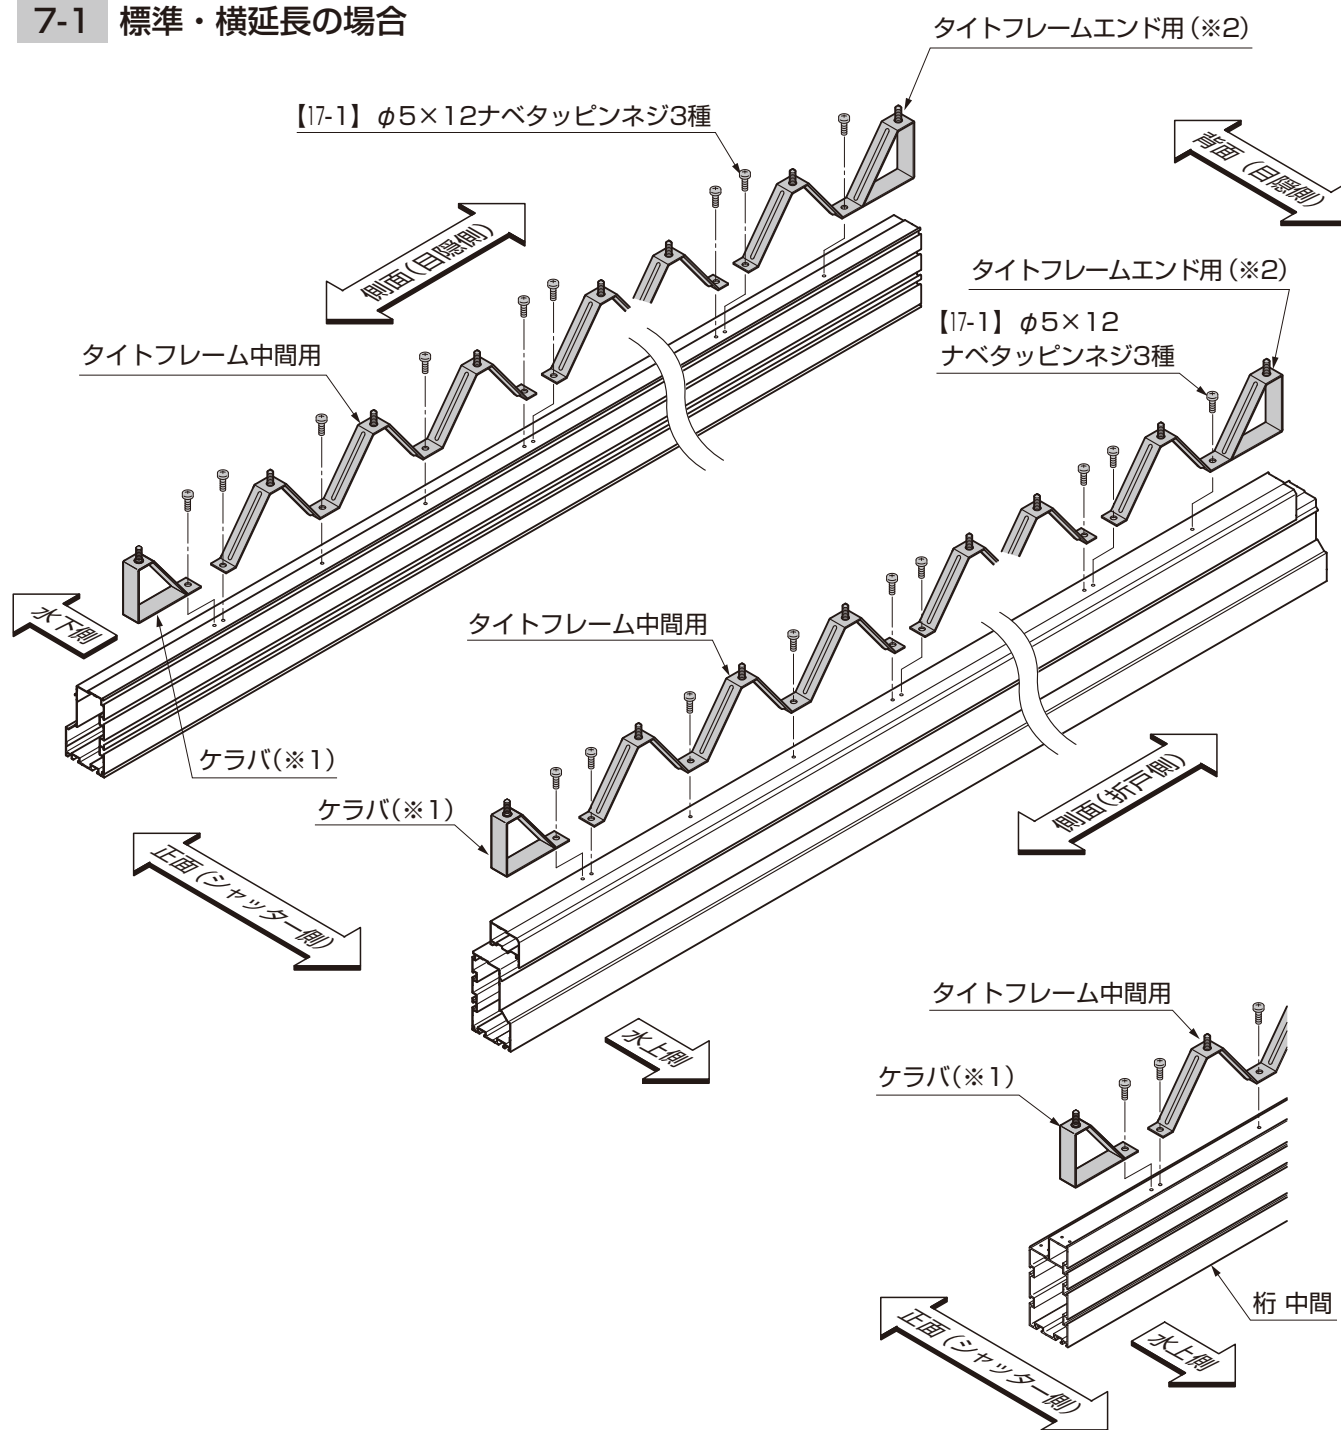

図7-1 桁 中間への取付け(横延長の場合)
- 横延長の場合は、桁 中間にもタイトフレームを取付けてください。(図7-1参照)